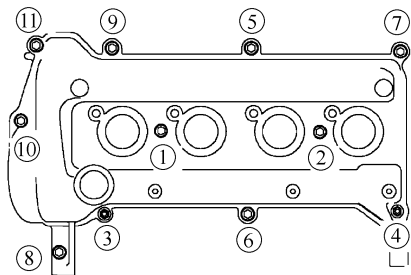

图 1-225 装好气缸盖罩
② 用螺栓安装凸轮轴正时机油控制阀。
① 将垫片安装到气缸盖罩上。
② 在气缸盖上涂抹密封材料。
③ 用 9 个螺栓、2 个螺母和 2 个密封垫圈暂时安装气缸盖罩分总成。
④ 按图 1-225 中数字所示顺序拧紧 9 个螺栓和 2 个螺母。